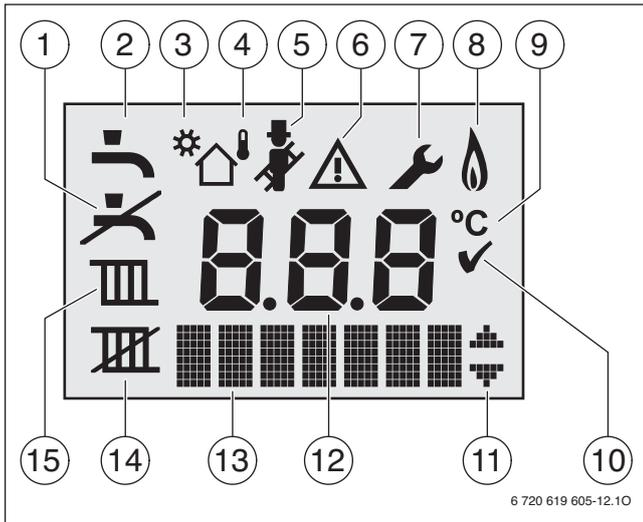

Bild 18 Displayanzeige des Basiscontrollers Logamatic BC25
- [4] Display (→ Bild 18, Seite 44)